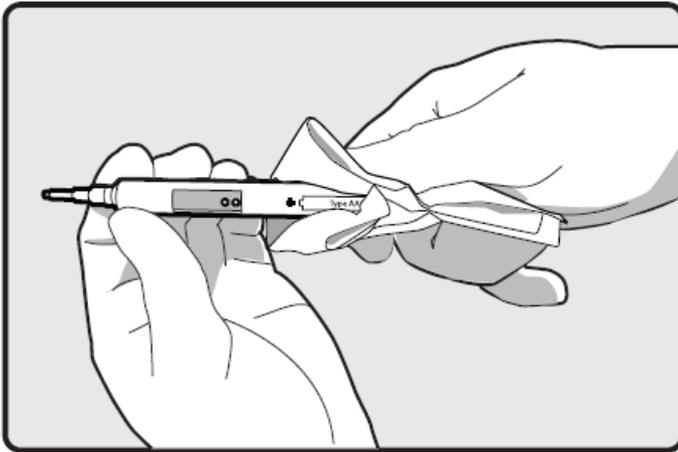

Abbildung 11: Reinigung des Einsatzes
- Ein CaviWipe®-Tuch oder vergleichbares Desinfektionstuch aus dem Spender nehmen und den Anweisungen auf dem CaviWipe®-Spender entsprechend die Außenflächen des Einsatzes reinigen, unabhängig davon, ob eine sichtbare Verschmutzung vorhanden ist oder nicht. Siehe *Abbildung 11*. Die Oberfläche des Einsatzes sollte für 3 Minuten sichtbar nass sein.